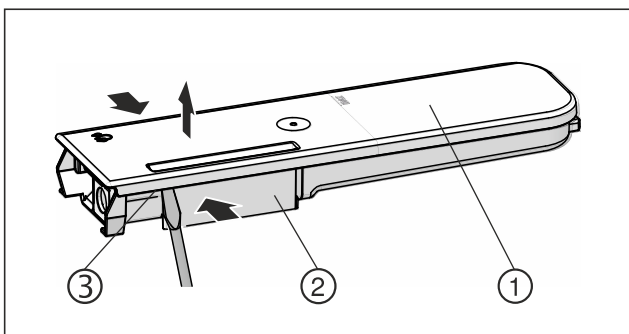

Fig. 128
- ▶ Druk het waterreservoir Fig. 128 (2) samen en til het deksel Fig. 128 (1) voorzichtig over de vergrendelingsnokken Fig. 128 (3) en trek het omhoog.
- ▶ Beweeg het deksel Fig. 128 (1) licht heen en weer en neem het naar boven toe af.